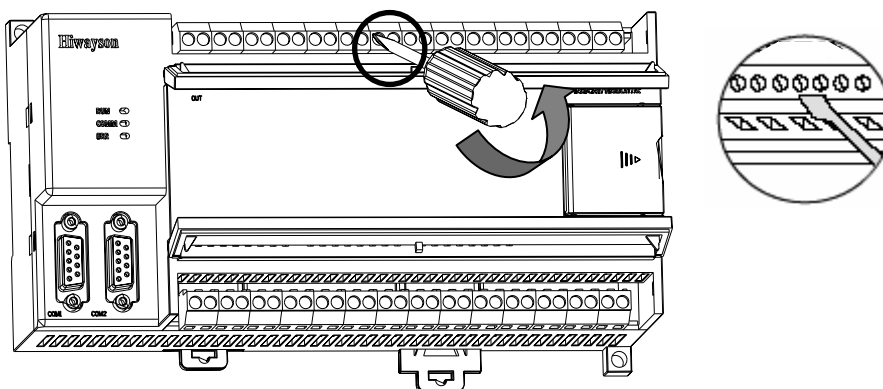

图 3.9 CPU 单元或扩展单元端子安装和拆卸连接线
2. 如图 3.9 所示，用螺丝刀逆时针旋转端子排对应的螺钉，直至卡簧可以插入导线为止；
2. 如图 3.9 所示，用螺丝刀逆时针旋转端子排对应的螺钉，直至卡簧可以拔出导线为止；